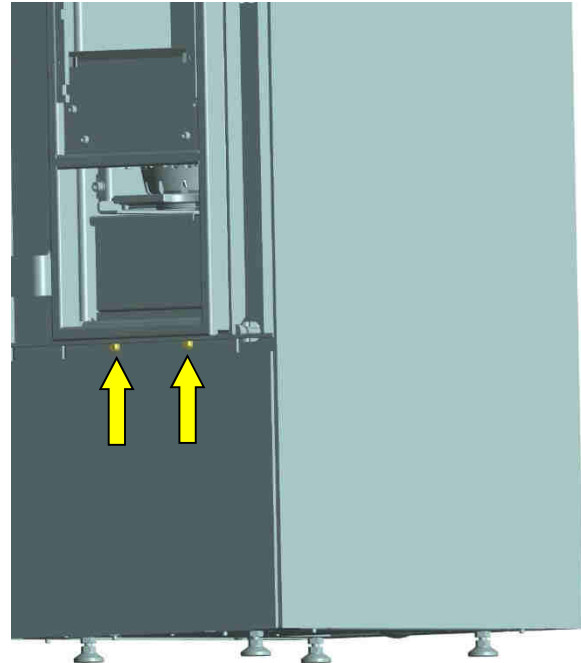

Abb. 12: Befestigungsschrauben untere Frontblende
4. Die zwei Befestigungsschrauben (Abb. 12; M5, Außensechskant) der unteren Frontblende herausdrehen